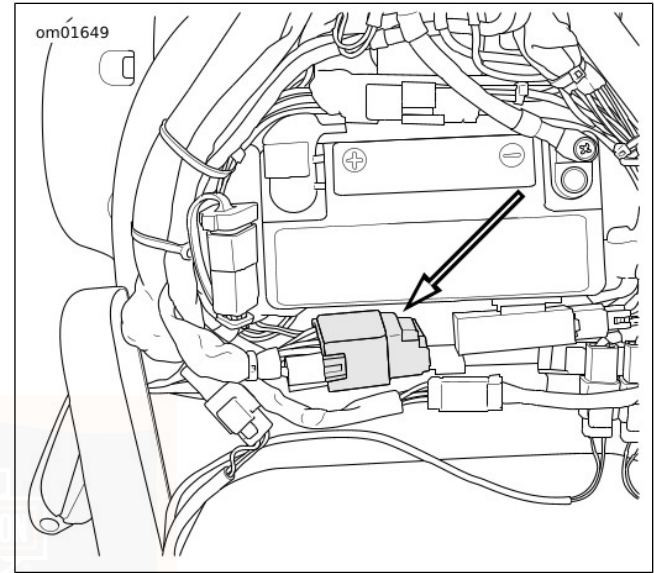

Figure 56. Bloc fusibles
2. Voir Figure 56. Retirer le couvercle du bloc fusibles.